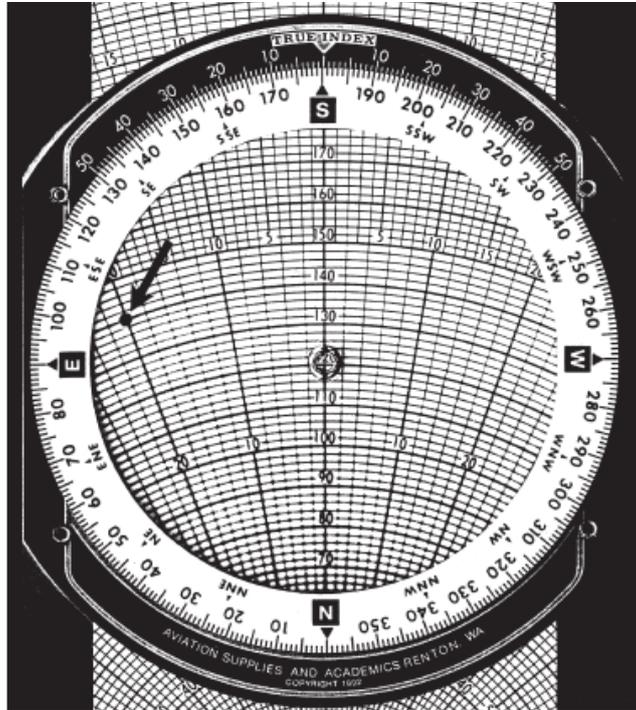

Figure 24
3. Avec l'œillet sur la ligne de vitesse-sol de 120 nœuds, trouvez le point sur la réglette où les l'angle 20° à gauche de correction du vent coupe la ligne marquée 140 et faites une marque au crayon (voir figure 24).